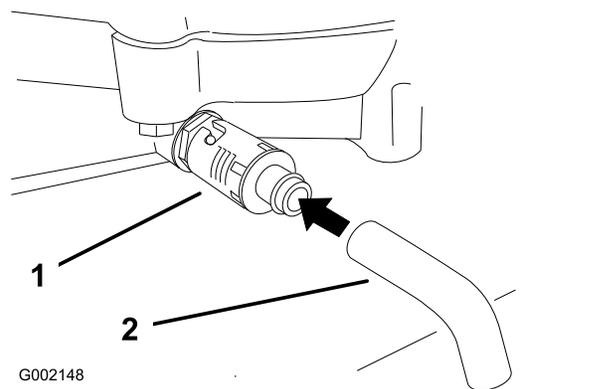

Figure 23
4. Placez un bac sous la vidange. Tournez le robinet de vidange pour permettre à l'huile de s'écouler (Figure 23).